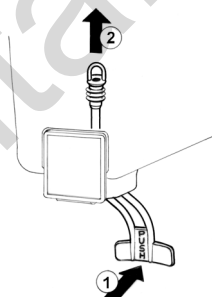

figure 2
- 5 **Robinet avec tube en caoutchouc:** pousser (1) le levier de débit robinet et défiler (2) le tuyau robinet de son siège sur le fond du réservoir (voir figure 2).